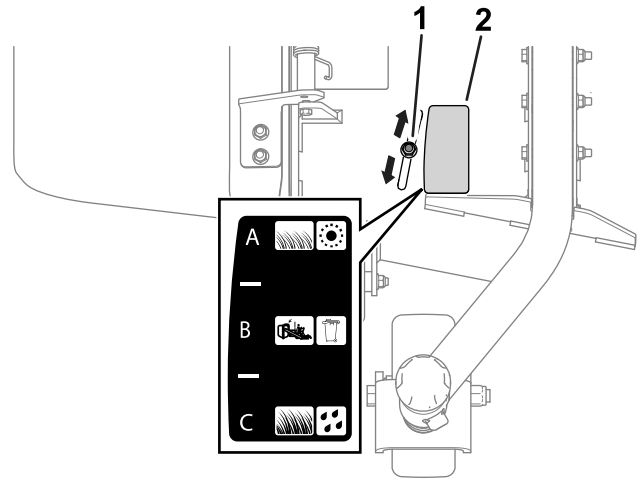

Bild 16
2. Lösen Sie dann die Mutter (**Bild 16**).
In den folgenden Abschnitten finden Sie eine Beschreibung der einzelnen Positionen des Richtungsablenkblechs. **Bild 16** illustriert jede Position (d. h. A, Bund C) wie auf dem Aufkleber zu sehen.